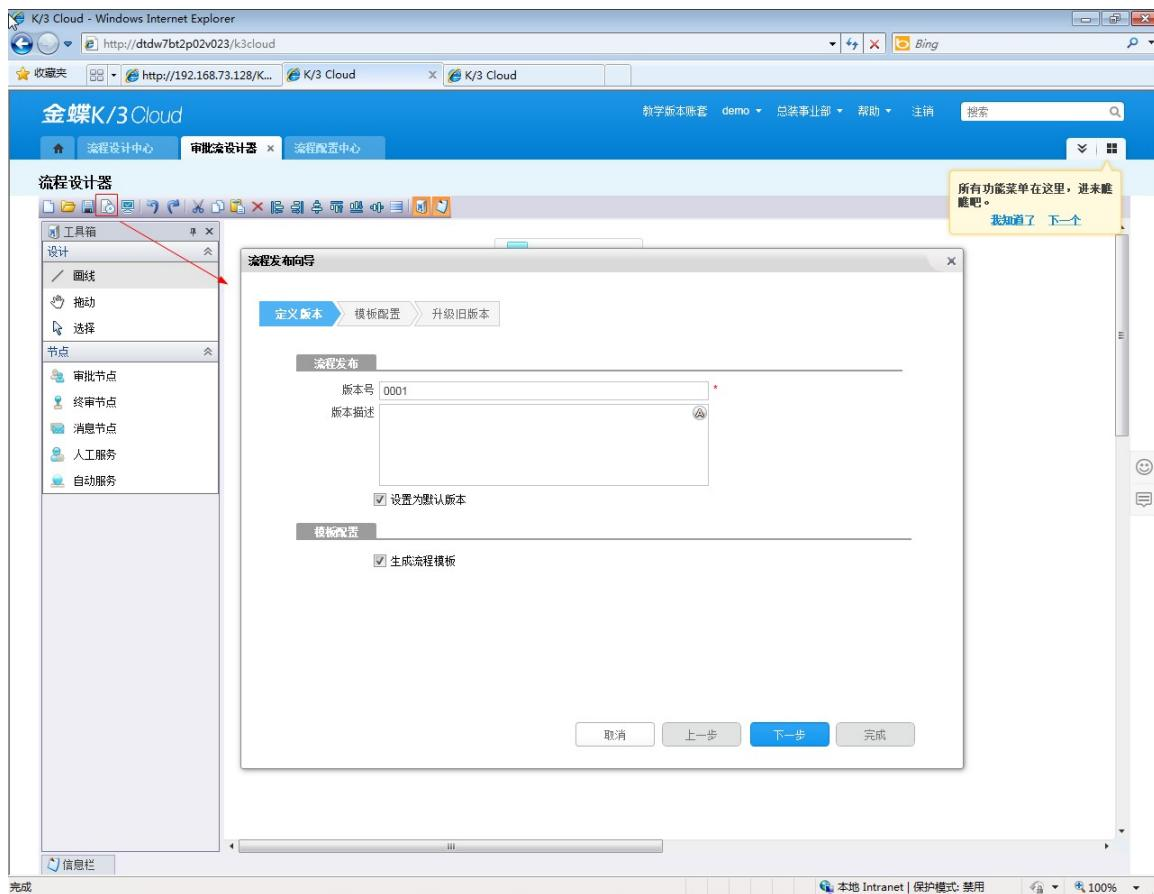
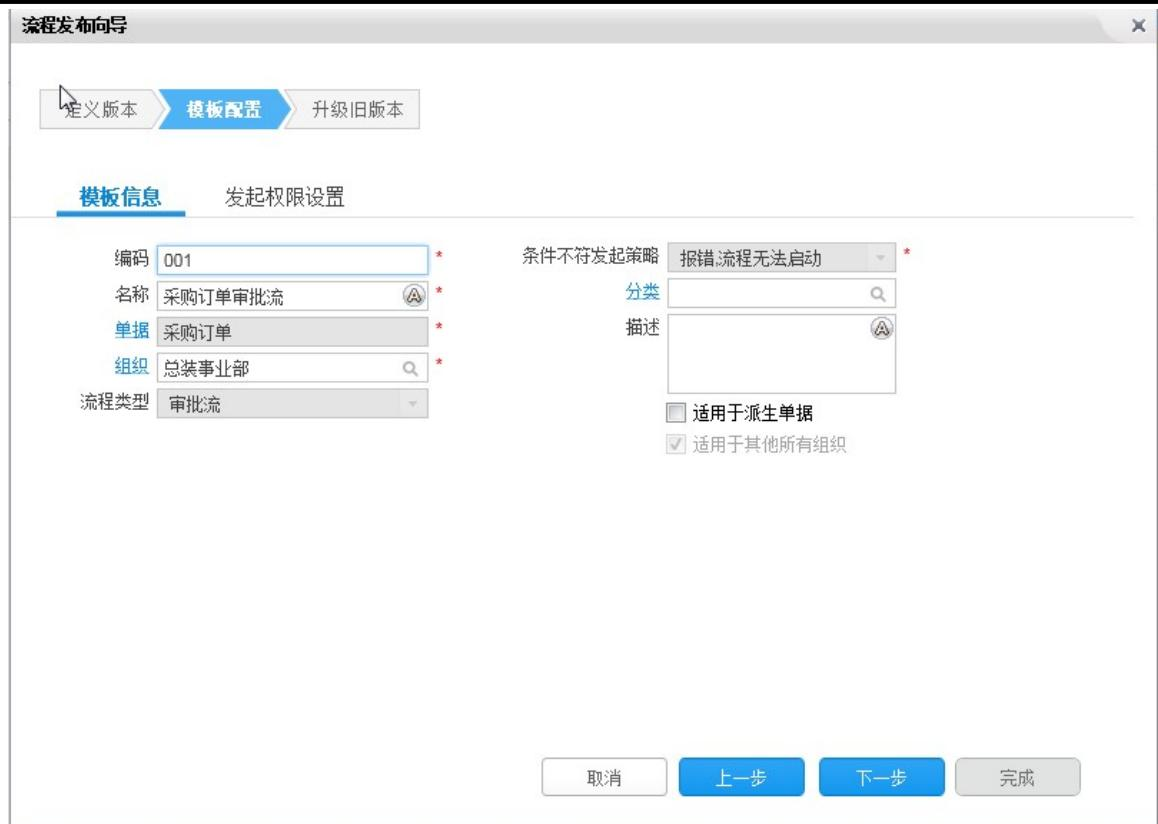

图 8-1-10 流程发布界面
图 8-1-11 流程发布模板配置界面
6、流程设计完毕后，需要将流程进行发布。点击审批流程设计器中的发布功能，弹出流程发布界面，如图 8-1-10 所示，第一次发布流程可勾选选项“生成流程模板”在流程发布的过程中直接生成流程模板并且启用，可直接供单据调用。勾选“生成流程模板”点击下一步进入流程模板配置界面，录入编码、名称，选择组织，如图 8-1-11 所示，在发起人权限页签配置有权限发起流程的人员，这里选择 demo；